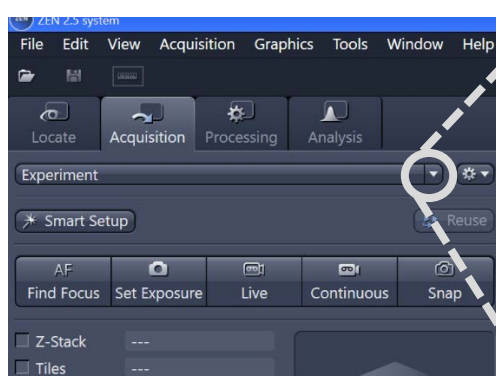

Fig.12 Experiment Manager 呼び出しボタン
- ① **Experiment Manger** のドロップダウンボタン (Fig. 12) をクリックすると、登録されている光路設定リストが開きます。